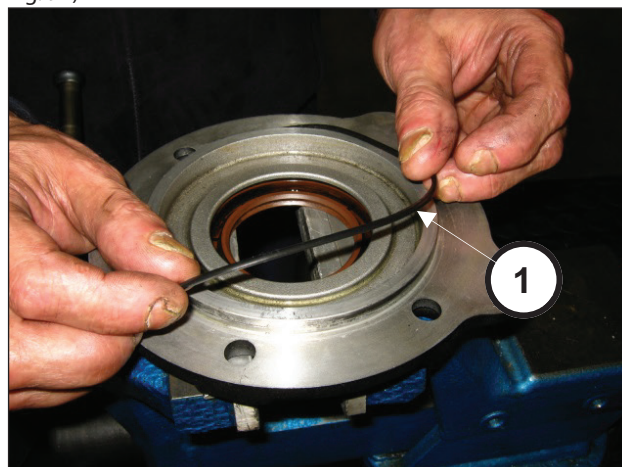

Fig. 92
Poser le joint torique sur le couvercle de pignon (rep. ①, Fig. 92)